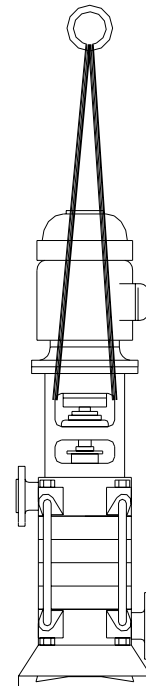

Bild 5
- Bei vertikalen Pumpen erfolgt der Transport wie in Bild 5 dargestellt.